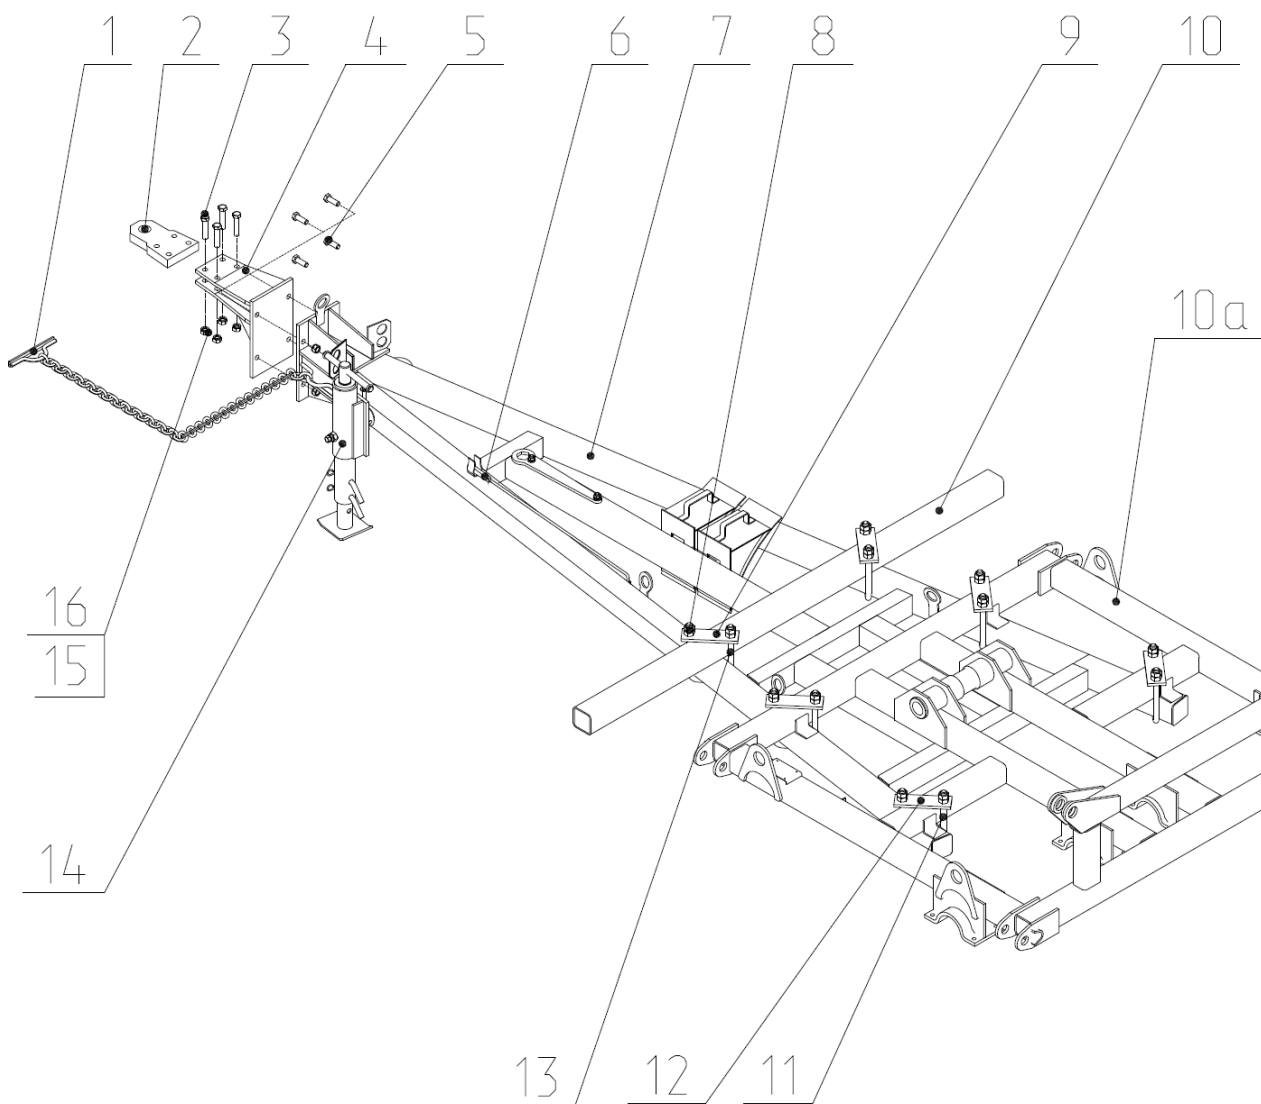

Рис.4 Закрепление сницы на центральной секции.
2.7 Для очистки рабочих органов от земли и растительных остатков к культиватору прикладывается чистик 6 (рис.4).
2.9 Сница (Рис.4) предназначена для присоединения прицепного культиватора к трактору и состоит из самой сницы поз.7, жестко закрепленной центральной секции культиватора поз.10а скобами 11, 13 и планками 9, 12, который в свою очередь крепится к передней балке и трубам средней секции культиватора скобами 11, 13 и планками 9, 12. Для исключения продольного смещения на снице и удлинителе приварены упоры. К кронштейну сницы с помощью болтов закреплен кронштейн 4 с прицепной серьгой 2. На снице закреплена страховая цепь 1, транспортная опора 14 и чистик 6.